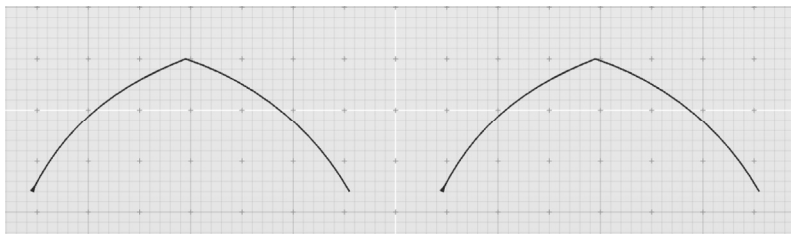

图 3-93 对两组曲线分别使用“连接曲线实体”工具
2) 针对视图中的两组曲线，分别对它们使用“连接曲线实体”工具，可见两组曲线成为两条无断点曲线，如图 3-93 所示。